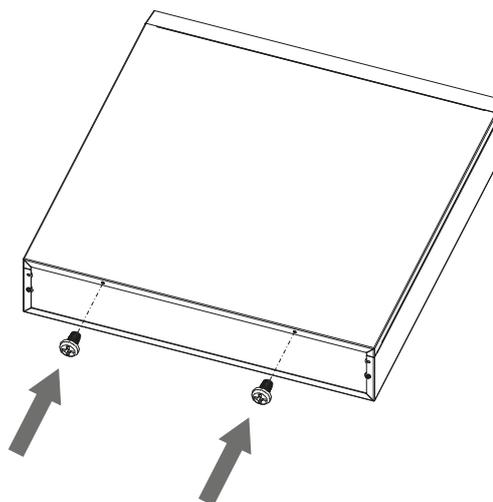

Рисунок 10
3) Подключите SATA-кабель и кабель питания, как показано на рисунке 9. Установите крышку видеорегистратора в обратной разборке последовательности (рисунок 10).